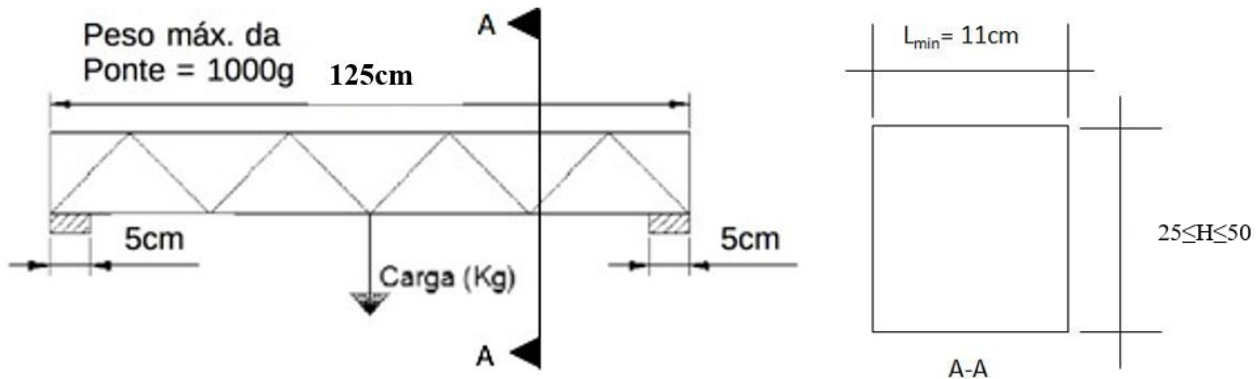

Figura 3: Dimensões da ponte e ponto de aplicação de carga
- Altura máxima de 50 cm (tomada do ponto mais baixo até o ponto mais alto da ponte); As pontes devem ter dimensões de acordo com a figura 3.